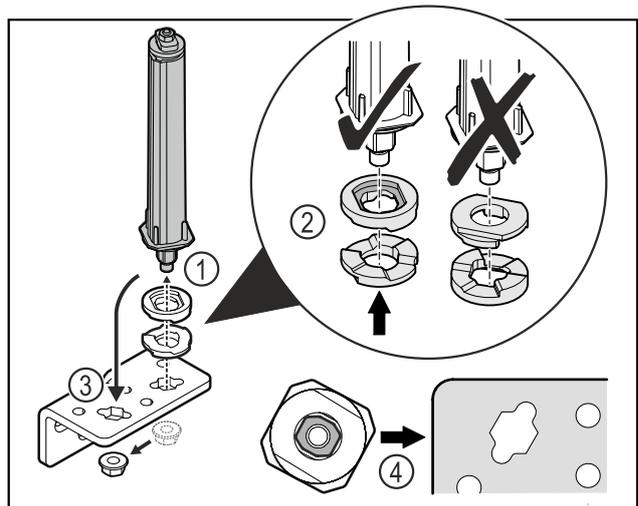

Fig. 35
- ▶ Desserrer l'écrou et retirer le système de fermeture de porte Fig. 35 (1).
- ▶ Veiller à ce que les rondelles de réglage de la hauteur soient correctement orientées Fig. 35 (2).
- ▶ Mettre le système de fermeture de la porte dans l'autre trou de l'équerre de charnière et le fixer avec l'écrou Fig. 35 (3).
- ▶ Lors de la mise en place, veiller à bien orienter le système de fermeture de porte Fig. 35 (4).